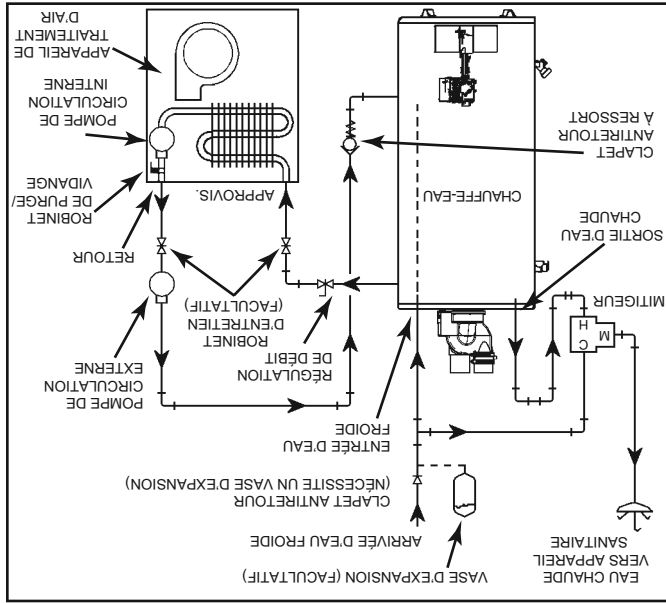
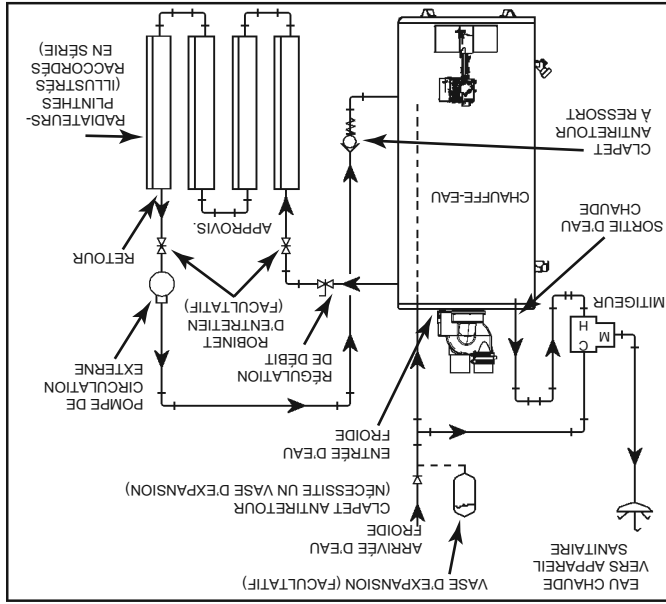

Figure 22.
Figure 23.
8. Les systèmes de chauffage « combinés » nécessitent des températures plus élevées que les autres applications. Si le système est utilisé pour fournir de l'eau à un circuit de chauffage combiné, un moyen de type mitigeur thermostatique (voir Figure 8) devra être installé à chaque point d'utilisation pour tempérer l'eau de façon à réduire le risque de brûlure (voir Figure 22 et Figure 23).
- A. Un ventilo-convecteur/appareil de traitement d'air (Figure 22).
- B. Un circuit de radiateurs-plinthes (tubes à ailettes)/chauffage au sol à eau chaude (Figure 23).